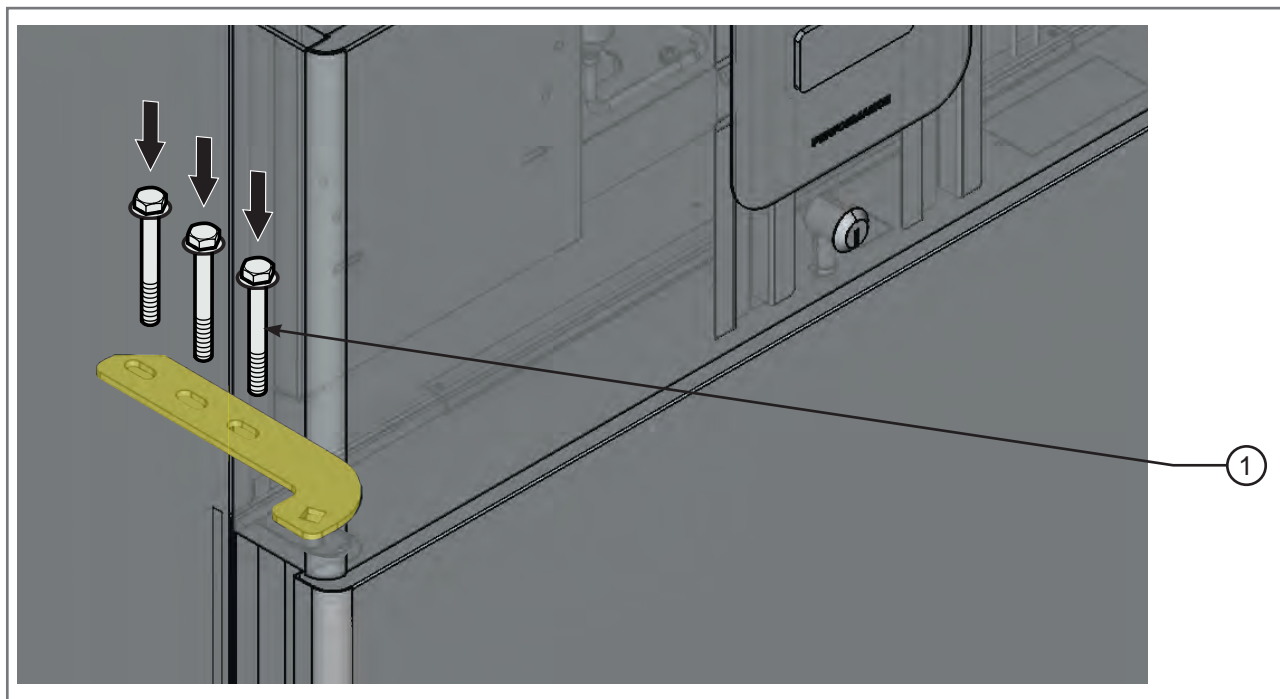

Fig 3.29 - Vis de la charnière supérieure
- Serrer les 3 vis de la charnière supérieure (1 - Fig. 3.29).